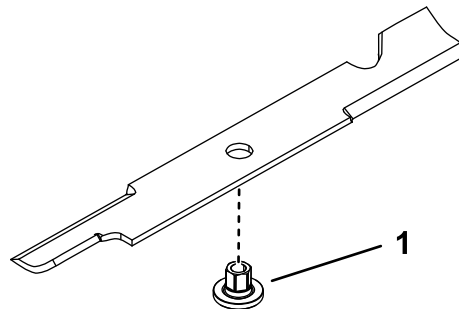

図 73
1. ブレードにブッシュを取り付けるブッシュのフランジが下地面側になるように取り付ける図 73。